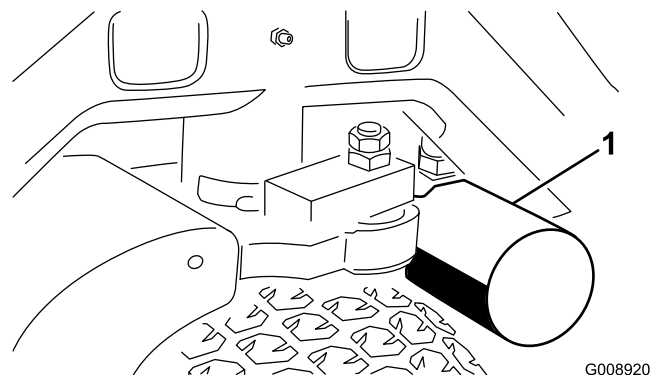
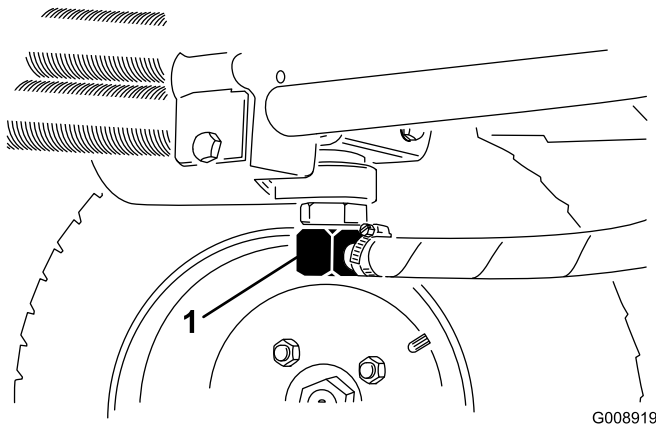

Figura 61
Figura 62
3. Limpie la zona de montaje del filtro. Coloque un recipiente debajo del filtro (Figura 61) y retire el filtro.
2. Desconecte el tubo hidráulico (Figura 62) o retire el filtro hidráulico (Figura 61) y deje fluir el aceite hidráulico en un recipiente apropiado. Vuelva a colocar el tubo cuando el aceite hidráulico se haya drenado.